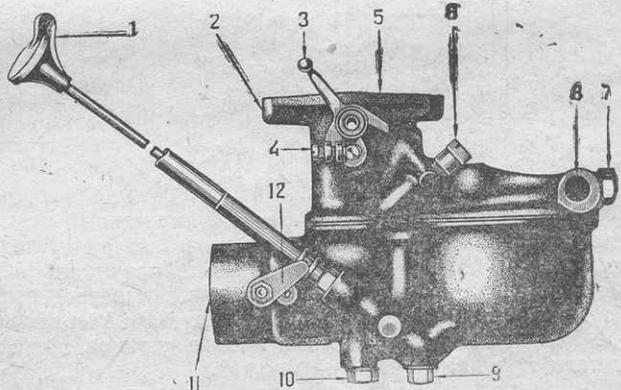

Рис. 9. Карбюратор «Форд-Зенит»
**Карбюратор.** Для карбюрации топлива на автомобиле «Форд-А» применяется карбюратор «Форд-Зенит»; общий вид его приведен на рис. 9. Бензин поступает в поплавковую камеру карбюратора через имеющееся в ней сбоку отверстие. По мере наполнения поплавковой камеры поступающий бензин поднимает поплавок, который, достигнув известного уровня, автоматически запирает при помощи связанного с ним игольчатого клапана приток бензина в камеру. В поплавковой камере бензин поддерживается всегда на определенном уровне.
Количество бензина, поступающего из жиклера в камеру смешения, регулируется особым игольчатым клапаном, управляемым с переднего щитка (рис. 9). Количество рабочей смеси, поступающей во всасывающий трубопровод, регулируется дроссельной заслонкой. Эта регулировка производится водителем нажатием на педаль ножного акселератора или переводом ручки управления газом, находящегося на колонке под рулевым колесом.
Для регулировки карбюратора для работы на холостом ходу поступают следующим образом. Выключают сцепление, ставят рычаг зажигания в положение полного запаздывания. Завинчивают винты 2 (рис. 9) дроссельного клапана, так чтобы получить минимальное количество оборотов при равномерной работе двигателя, поворачивая затем винт 3 регулировки на постоянные обороты до плавной работы двигателя, затем отвинчивают винт 2 дроссельного клапана, чтобы двигатель увеличил число оборотов. Правильное положение винта У находится в пределах от 1,5 до 3 оборотов от того положения, когда винт ввернут до отказа. Регулировка производится на горячем двигателе.